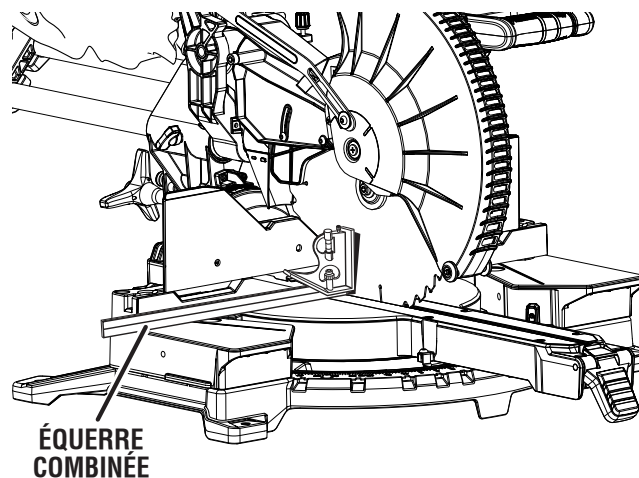

Fig. 26
- Des réglages sont requis si les angles supérieurs ou inférieurs de la lame sont éloignés de l'équerre, comme illustré aux figures figures 26 et 27.
- Régler le biseau à un angle permettant d'accéder aux quatre (4) vis situées à l'arrière du support de verrou de biseau.
- Avec une clé hexagonale de 4 mm, dévisser les quatre (4) vis fixant la plaque de détente de biseau en place. Ne pas retirer les vis.